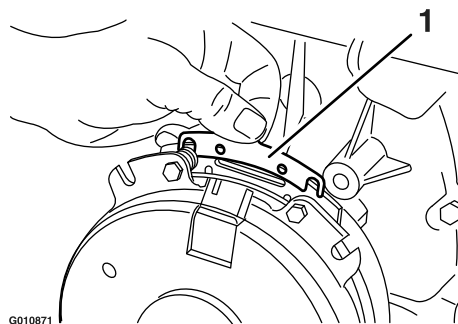

Figura 71
- B. Usando un alicate de punta fina, o a mano, sujete la pestaña y retire el suplemento (Figura 71).